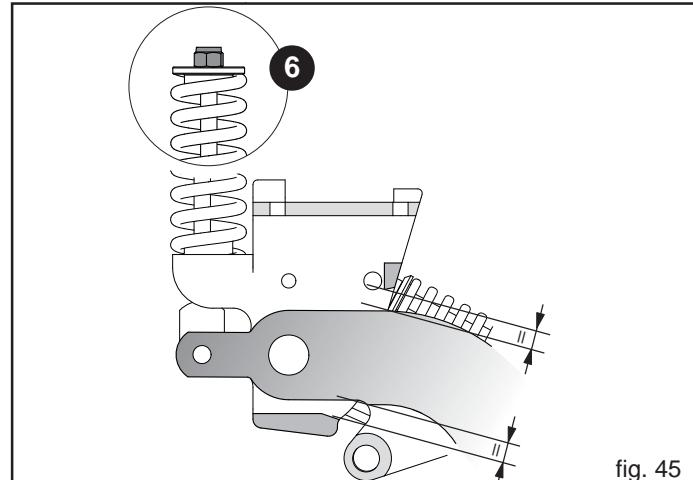

fig. 45
- 3) Vérifier que l'élément semeur se trouve à mi course (Fig. 45).
- 4) Si besoin est régler tous les ressort de sécurité avec l'écrou (6, Fig. 45) jusqu'à obtenir la position comme décrit au point 3).